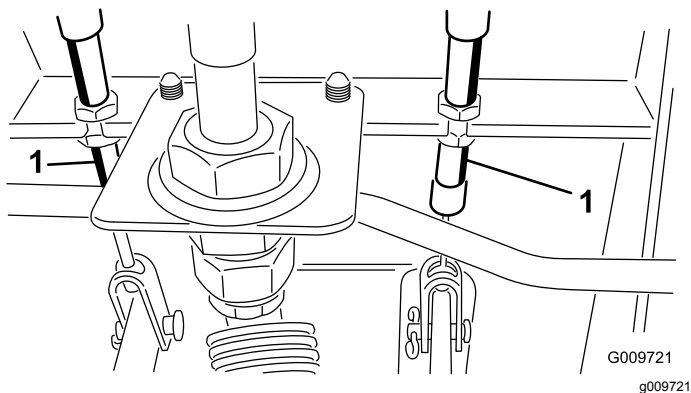

Figura 93
- A. Desaperte a porca dianteira na extremidade roscada do cabo do travão (Figura 93).